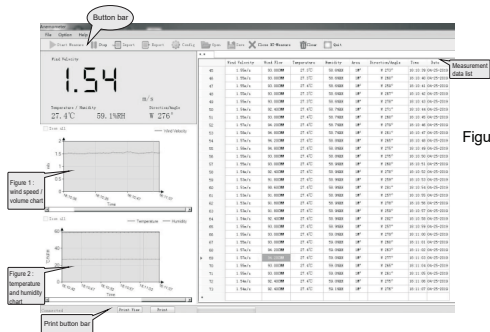

Figure 7
- Anzeigebereich: Schalten Sie die Windgeschwindigkeit und das Volumen entsprechend dem Instrument, die entsprechende Kurve wird im Anzeigebereich (Liniendiagramm) angezeigt; wie in Abbildung 7 unten gezeigt.